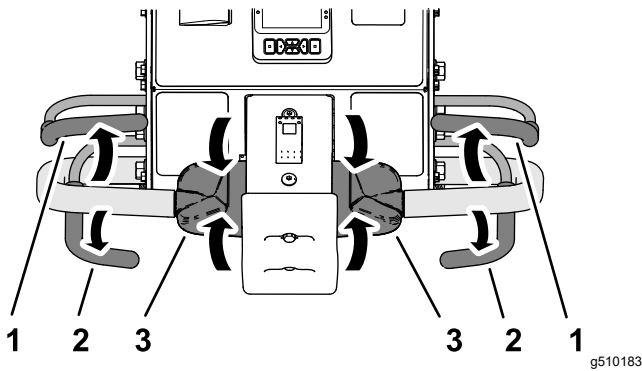

图 79
1. 如果要打孔应松开打孔把手图 79 以升起打孔头请参阅 升起打孔头 \(页码 41\)。